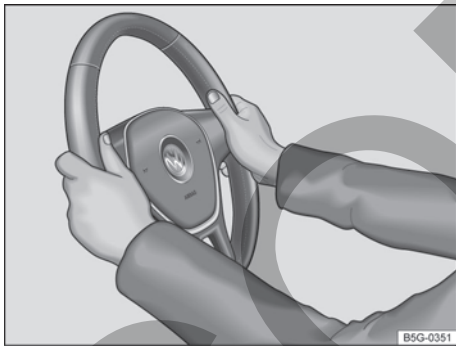

Fig. 63 En el volante: posición 9 y 3 horas.
- Ajustar la posición del volante de forma que pueda sostenerlo lateralmente por el borde exterior en las posiciones equivalentes a las 9 y a las 3 → fig. 63 con ambas manos y los brazos ligeramente doblados.
- Empuje la palanca ① siempre por su mango con firmeza hacia arriba después del ajuste, para bloquear la posición del volante.
- Durante la conducción, siempre sujete el volante con ambas manos lateralmente en el borde externo en la posición equivalente a las 9 y a las 3 → fig. 63, para reducir las lesiones provocadas por un disparo del airbag frontal del conductor.